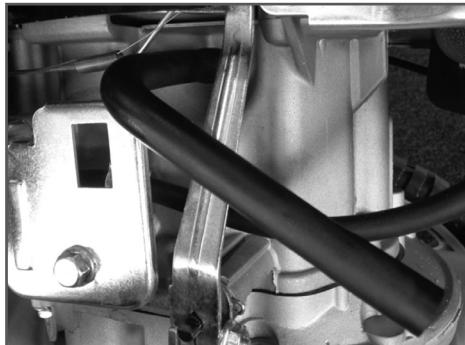

Рис. 14 Трубка сапуна
1. Отсоедините трубку сапуна (вентиляции картера) от крышки клапанов двигателя и корпуса воздушного фильтра (Рис. 14).
гателя и корпуса воздушного фильтра (Рис. 14).